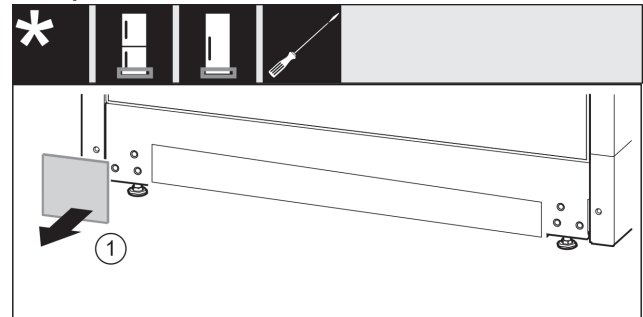

Fig. 16
- Nuimkite dengiamąją plokštelę Fig. 16 (1).